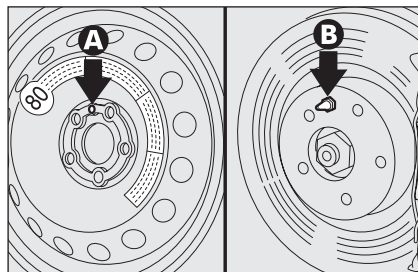

fig. 10
- montare il ruotino facendo coincidere uno dei fori **A-fig. 10** con il relativo perno di centraggio **B**;
- montare la ruota di uso normale tenendo presente che il perno **B-fig. 10** deve coincidere con uno dei fori **A**;